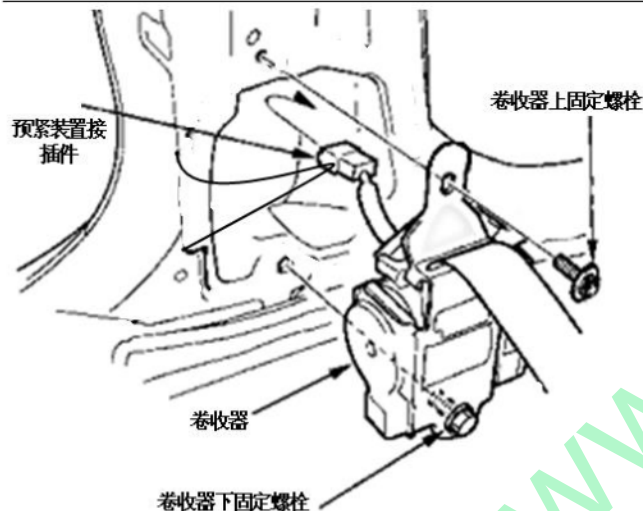

图 1-3
6、拆除预紧装置接插件，然后拆除卷收器上固定螺栓和卷收器下固定螺栓，拆除卷收器。卷收器上固定螺栓拧紧力矩 $12\text{N}\cdot\text{m}$ ，卷收器下固定螺栓拧紧力矩 $45\text{N}\cdot\text{m}$ （图 1-3）。